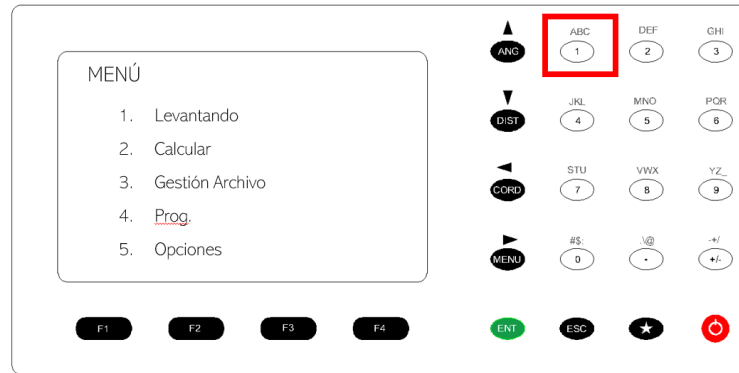

Figura 12. Comandos de la estación total.
17. Presionar botón 1. Levantando. Figura 12.